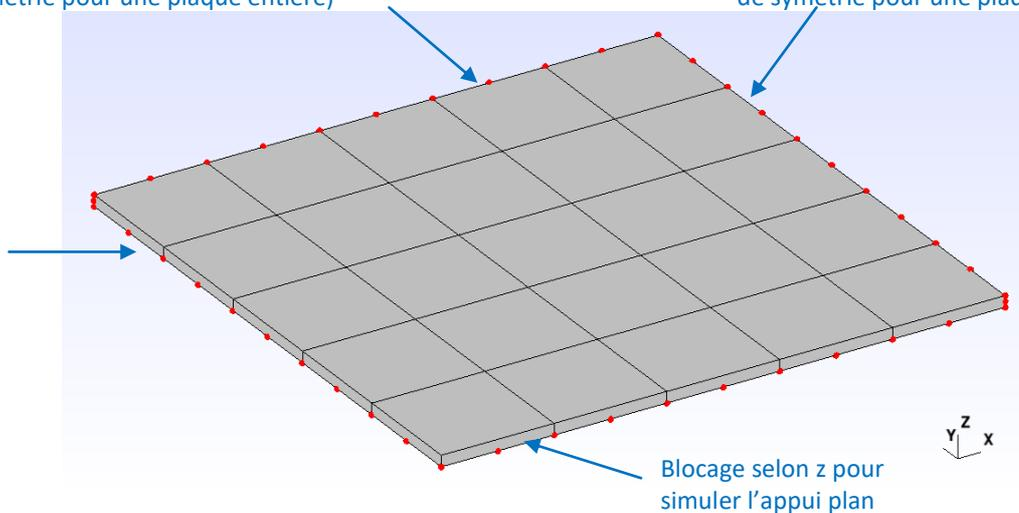

Figure 3: Schéma de principe
Nous allons expliquer la mise en donnée pour la mise en place de conditions de symétries pour $\frac{1}{4}$ de plaque en appui et l'ajout d'un effort de type force ponctuel. Le principe est le suivant (figure 3):
- Blocage de certains nœuds (voir figure 3)